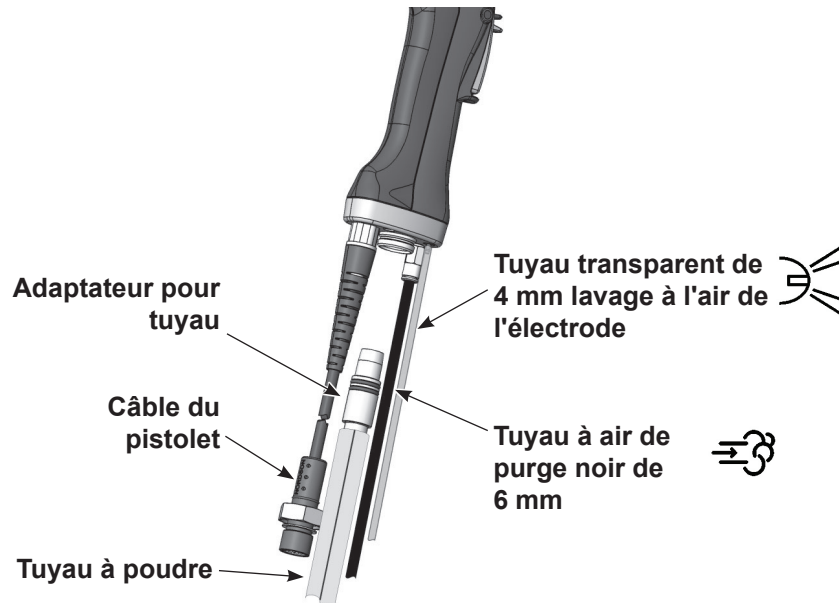

Figure 3-12 Raccordements du pistolet
1. Voir la Figure 3-12. Raccorder le tuyau à air noir de 6 mm au raccord rapide dans la poignée du pistolet.